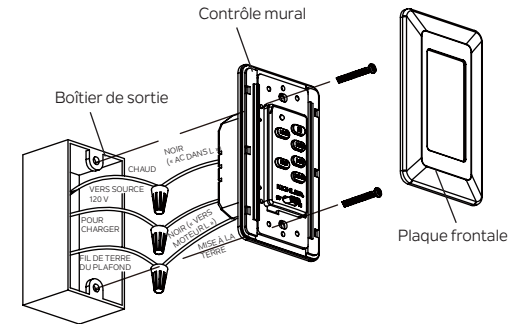

Fig. 16
Étape 2. Placez le contrôle mural sur la boîte de sortie, connectez les fils avec les connecteurs de fil fournis. (Fig. 16)